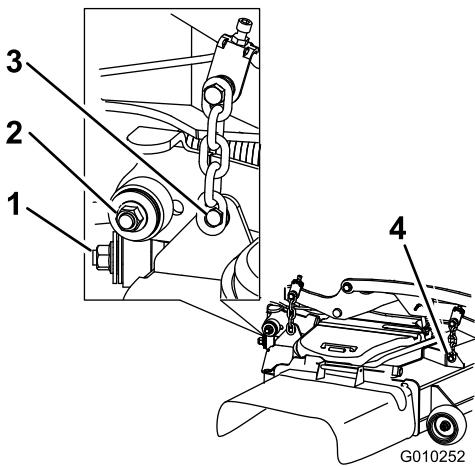

Figura 99
- Retire y guarde los herrajes de ambos lados de la carcasa, según se muestra en Figura 99.